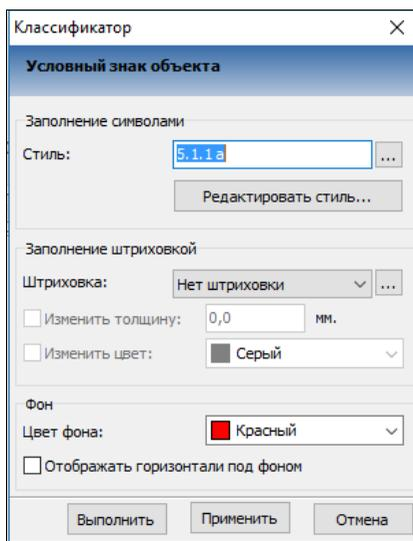

Рис. 16.21. Диалог Условный знак объекта
- Кнопка **Редактировать стиль** открывает диалог **Параметры стиля заполнения** (рис. 16.21).